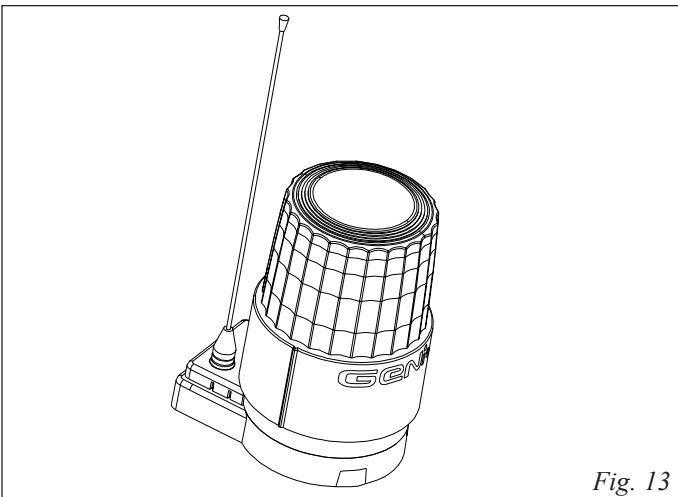

Fig. 13
4- Posizionare il tutto sul supporto lampeggiante come in Fig. 13.
- 4- Position the entire assembly on the flashing lamp support as in Fig. 13.